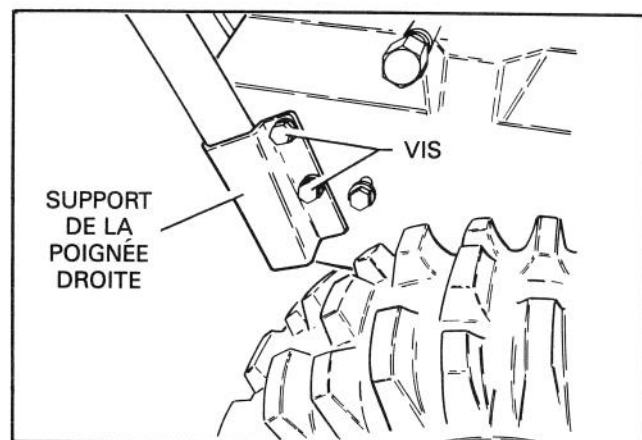

Figure 4
5. Retirez et jetez les deux vis à embase qui tiennent l'avant du support de la poignée droite au châssis du moteur (fig. 4).